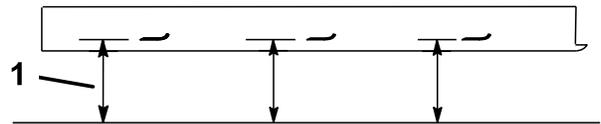

Figure 55
2. Mesurez la distance entre la surface plane et le tranchant (position A) des lames (Figure 55).